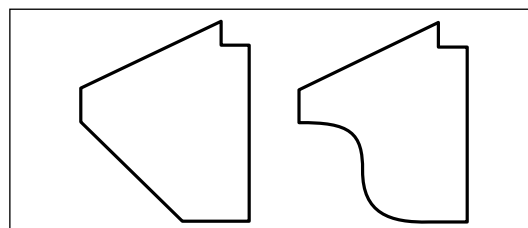

Abb. 12 : Standardformen Seitentücher
17. Form: siehe Abb. 12 Seite 12